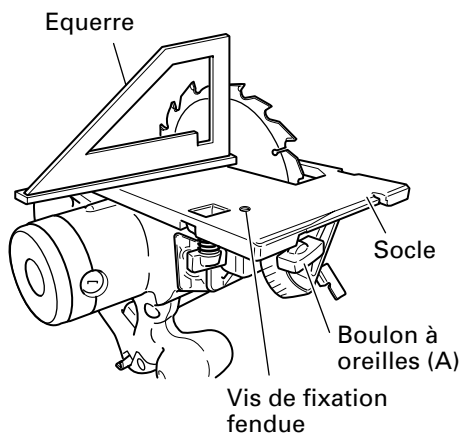

Fig. 29
- (1) Retourner le socle (Fig. 29) et desserrer le boulon à oreilles (A).
- (2) Placer une équerre entre le socle et la lame de scie et déplacer la position du socle en tournant la vis de fixation fendue avec un tournevis à lame plate de façon à obtenir un angle droit.